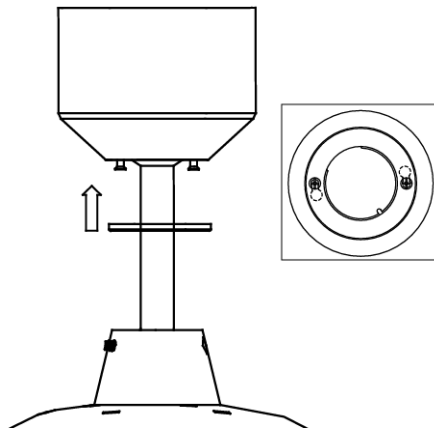

Fig. 6
- Couvrez le support de montage avec le couvercle d'auvent. Assurez-vous que les câbles électriques sont groupés à l'intérieur de l'auvent et qu'ils ne sont pas endommagés pendant cette étape et fixez-les avec des vis. **Fig 6**
Fixez finalement le couvercle de l'auvent avec les vis de l'auvent en le tournant dans le sens des aiguilles d'une montre. **Fig 6**